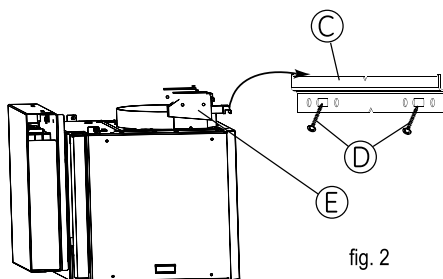

fig. 2
- Aparafuse a barra de fixação à parede (fig. 2) com os 2 parafusos (D/fig.2).
- Fixe a coifa por meio das respectivas suspensões (E/fig. 2).
- Ajuste a altura e o nível através dos parafusos de ajuste (E /fig. 2) dos suportes (o parafuso superior para regular a horizontalidade, o parafuso inferior para regular a colocação na parede).